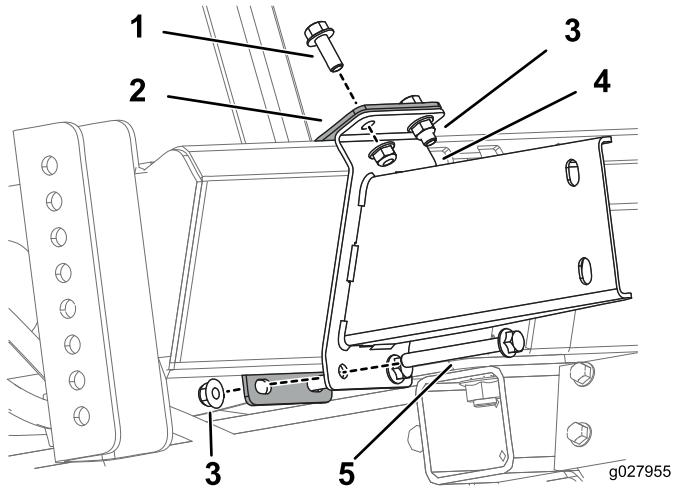

图4
3. 使用 2 个 3/8~16 英寸螺栓、2 个 3/8~16 x 3 1/2 英寸螺栓和 4 个 3/8~16 英寸凸缘螺母将下支架和下支架托架安装在一起, 如图4 中所示。